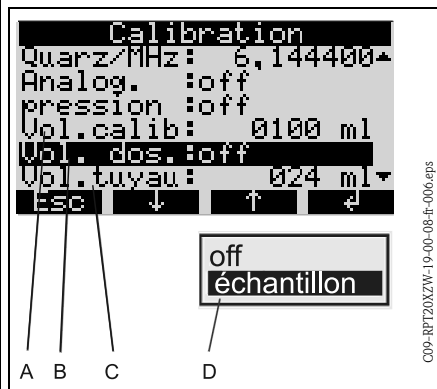

Fig. 19: Menu CALIBRATION
4. Appeler le menu CALIBRATION sur le pupitre de commande (=> Fig. 19; par SET - SERVICE - CALIBRATION).
5. Entrer le volume d'étalonnage souhaité dans le champ VOL.CALIB. (=> Fig. 19, Pos. A).
6. Sélectionner "VOL. DOS." (=> Fig. 19, Pos. B).
7. Lancer un prélèvement d'échantillon en sélectionnant la fonction ECHANT. dans la liste de sélection (=> Fig. 19, Pos. D). Patienter jusqu'à la fin du cycle de prélèvement.